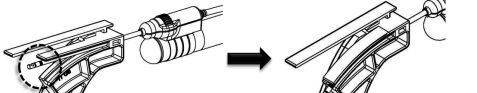

Figura 2
6. Prima di procedere alla curvatura (**Figura 2**), assicurarsi che la striscia nera più larga presente sulla cannula si estenda oltre l'estremità dell'alletta di curvatura. Se la suddetta striscia non si estende oltre l'estremità dell'alletta, il manipolo potrebbe non funzionare correttamente dopo essere stato sottoposto a curvatura.
NOTA: la punta della cannula per i manipoli da 15 ga, 10 cm e 13 ga, 10 cm non si estende sopra la linguetta di curvatura come illustrato in **Figura 2**. Per questi manipoli, inserirle semplicemente (fino al punto limite) nello strumento di curvatura prima della curvatura.